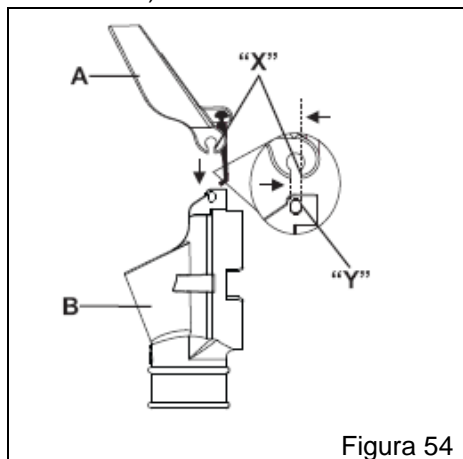

Figura 54
- Incline a tapa do bocal "A" de forma que a mesma fique alinhada com a face plana do canal oblongo "X", direcionando ao encaixe "Y" do pino do boca (Figura 54);